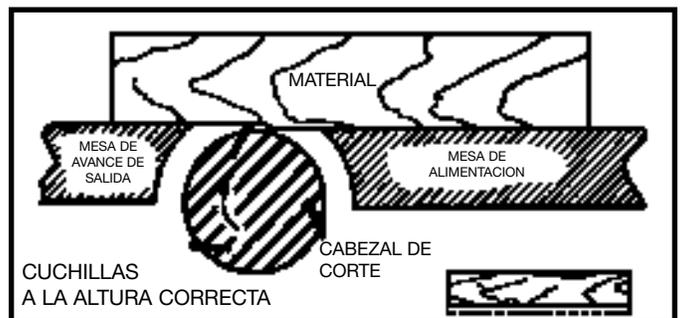

Fig. 45
9. Como verificación final, corra un trozo de material lentamente sobre las cuchillas entre 6 a 8 pulgadas. La madera debe descansar firmemente sobre ambas mesas como lo ilustra la Fig. 45, in espacios abiertos debajo del corte terminado.